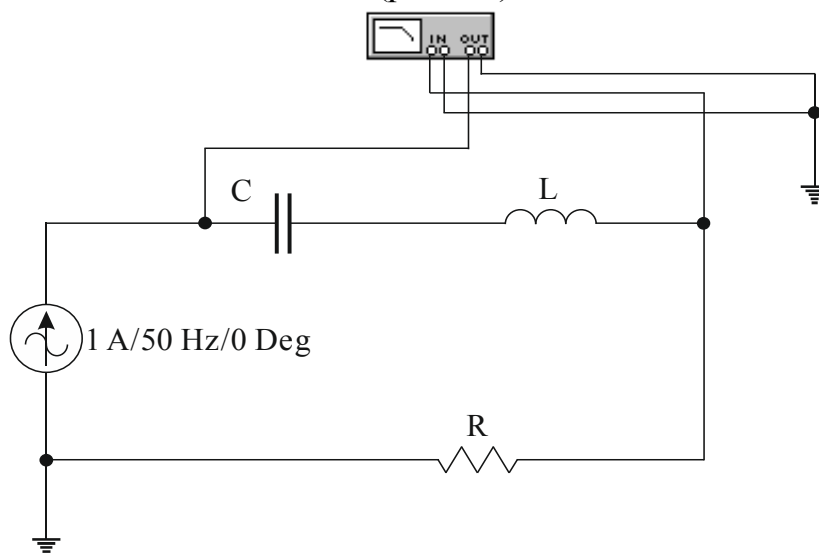

Рис. 3.2.
1.4. Экспериментальная проверка результатов расчёта. Подключить бode-плоттер к схеме последовательного соединения (рис.3.2)
2.1. Вернуться к схеме последовательного соединения с источником переменного тока (рис.3.2), установив частоту источника питания 1 Гц.